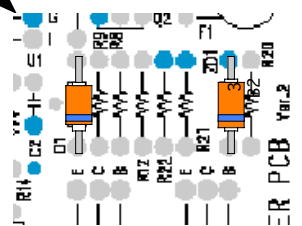

図 2
1. **ダイオード (ツェナー含む)** は、部品の帯をシルクの帯に合わせます<図2、5>